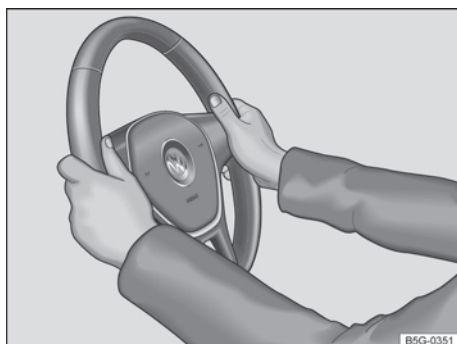

Fig. 68 No volante: posição 9 e 3 horas.
- Ajustar a posição do volante de forma que possa segurá-lo lateralmente pela borda externa nas posições de 9h e 3h → Fig. 68 com ambas as mãos e os braços ligeiramente dobrados.
- Empurrar a alavanca ① sempre pelo manípulo com firmeza para cima após o ajuste, para travar a posição do volante.
- Durante a condução, sempre segurar o volante com ambas as mãos lateralmente na borda externa nas posições de 9h e 3h → Fig. 68, para reduzir ferimentos causados por um acionamento do airbag frontal do condutor.